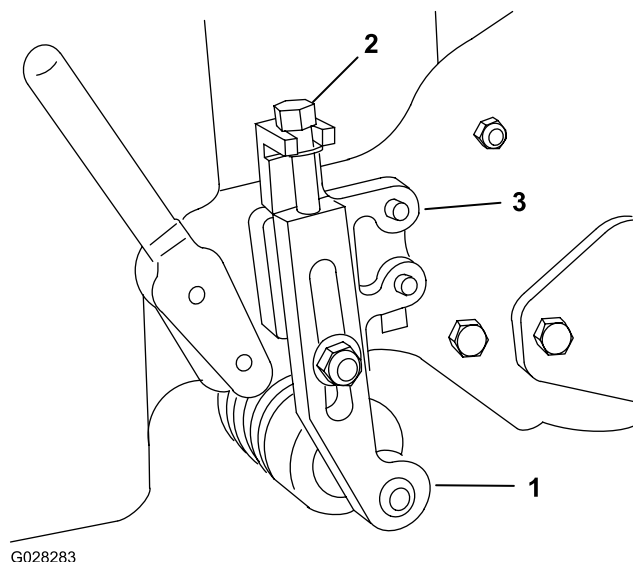

Figura 4
1. Retire las contratuercas que sujetan los brazos de altura de corte a los soportes de altura de corte (Figura 4).
3. Retire el tornillo de ajuste del brazo de altura de corte (Figura 4).